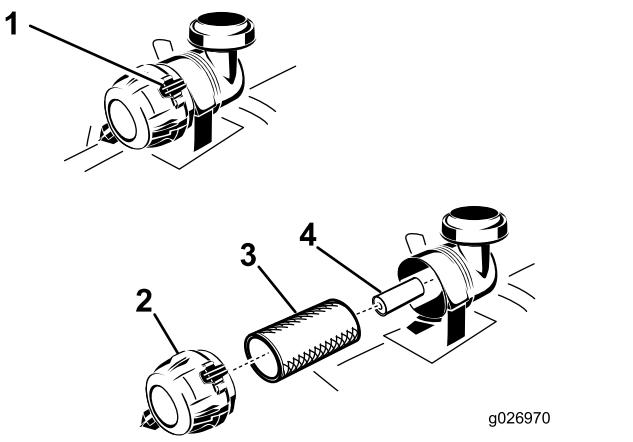

Figure 41
4. Ouvrez les attaches du filtre à air et détachez le couvercle du boîtier du filtre (Figure 41).
- Sortez le préfiltre du boîtier du filtre avec précaution (Figure 41).
- Si vous remplacez l'élément interne, insérez-le avec précaution dans le boîtier du filtre (Figure 41).
- Glissez ensuite le préfiltre sur l'élément de sécurité avec précaution (Figure 41).
- Montez le couvercle, reniflard en bas, et tournez-le pour que les attaches verrouillent le couvercle en place (Figure 41).